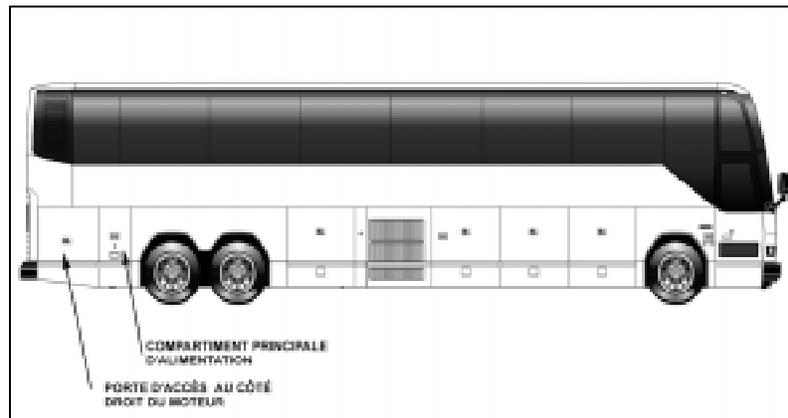

FIGURE 1 : PORTES D'ACCÈS ET COMPARTIMENTS
1. Ouvrir la porte d'accès au côté droit du moteur (figure 1).
5. Ouvrir la porte du compartiment principal d'alimentation (figure 1) et couper l'alimentation électrique en mettant l'interrupteur principal d'alimentation en position d'arrêt "OFF" (figure 3).